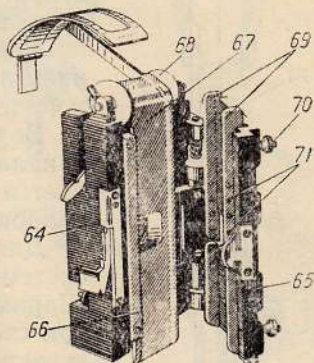

Рис. 10
**Фильмовый канал.** Фильмовый канал (рис. 10) состоит из основания 64, неподвижно закрепленного двумя винтами на передней стенке головки кинопроектора, и дверцы 65, открывающейся в сторону объектива. На основании фильмового канала укреплены неподвижная боковая направляющая 66 и жесткая легкосменная рамка 67 кадрового окна.